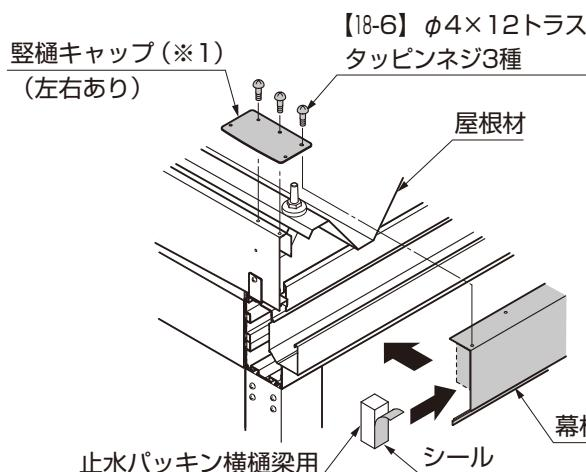

図17-2 A部詳細図
- ④ 幕板桁用水下用を堅樋キャップに【18-6】で取付けてください。(図17-2参照)